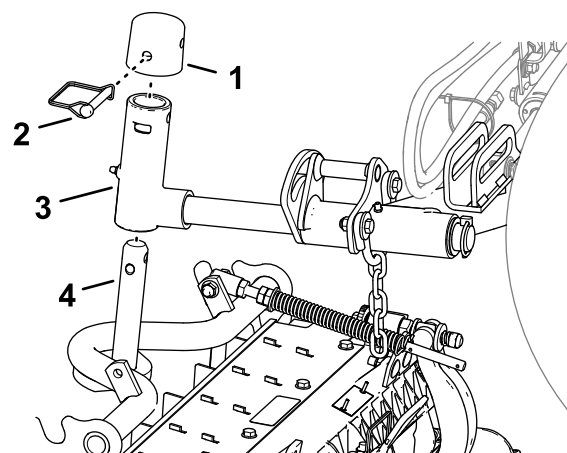

Figura 15
1. Deslice una unidad de corte debajo del brazo de elevación (**Figura 15**).